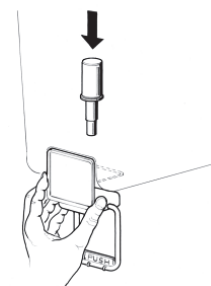

figura 5
- 3 **Grifo en acero inox por gravedad:** montar la palanca mando grifo y enfilear el pistón unido a la su junta (ver figura 5).